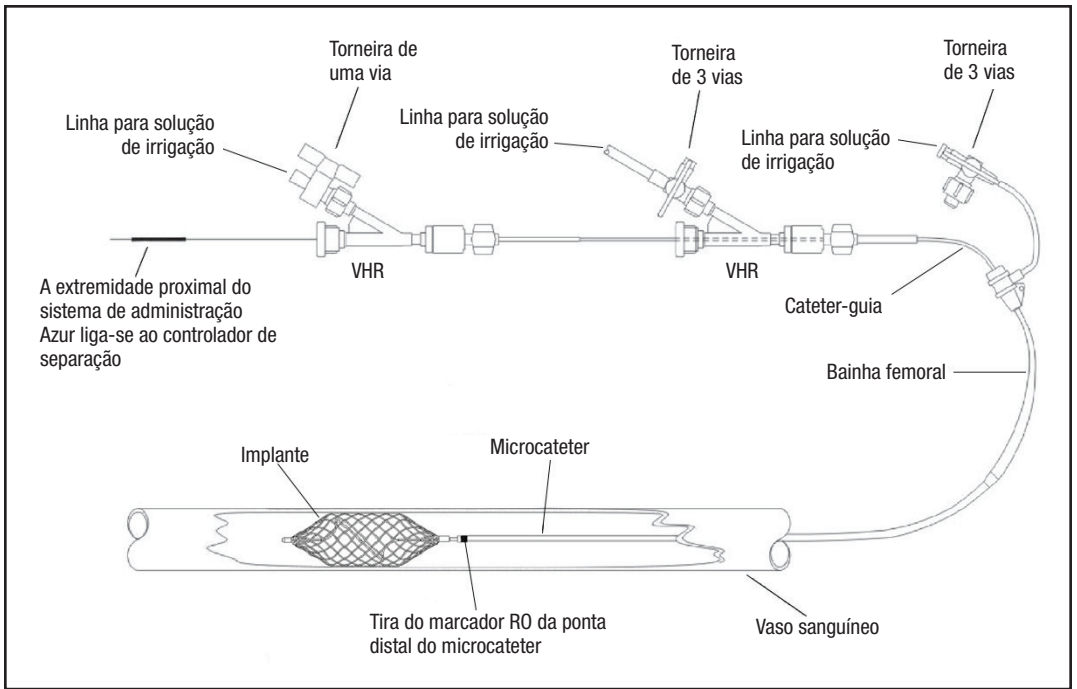

Figura 1 – Diagrama de configuração do sistema Azur
1. Consulte na Figura 1 o diagrama de configuração.